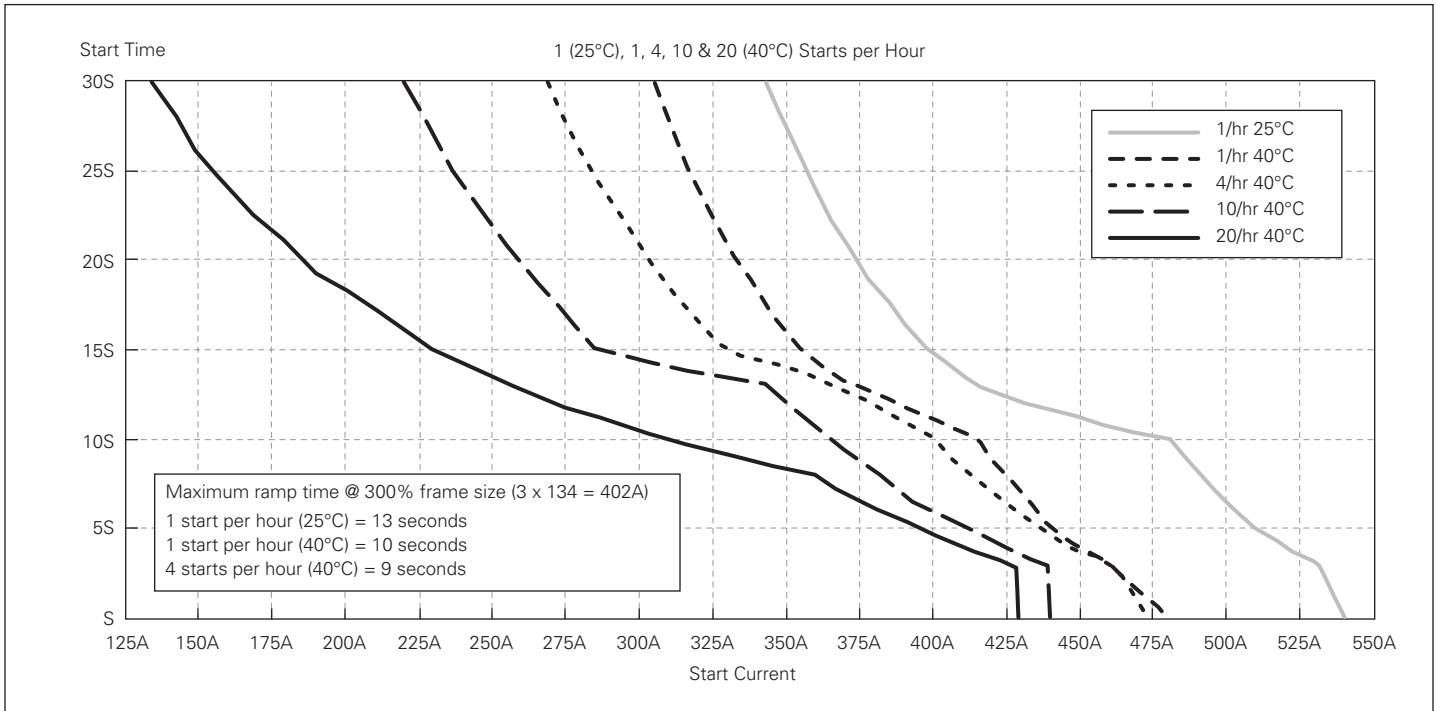

Figure 13. 134A Rated DS7-340SX135N0-N, DS7-342SX135N0-N, DS7-34DSX100N0-D
**Table 20. See also Figure 13**